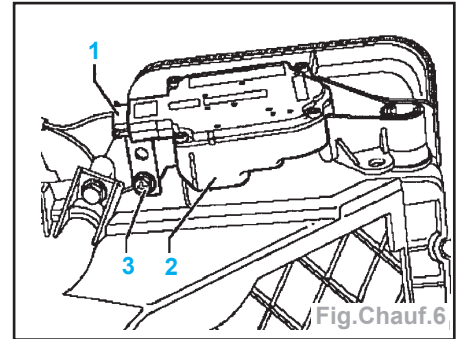

Fig. Chauff.6
- Débrancher le connecteur (1) (Fig. Chauff.6).